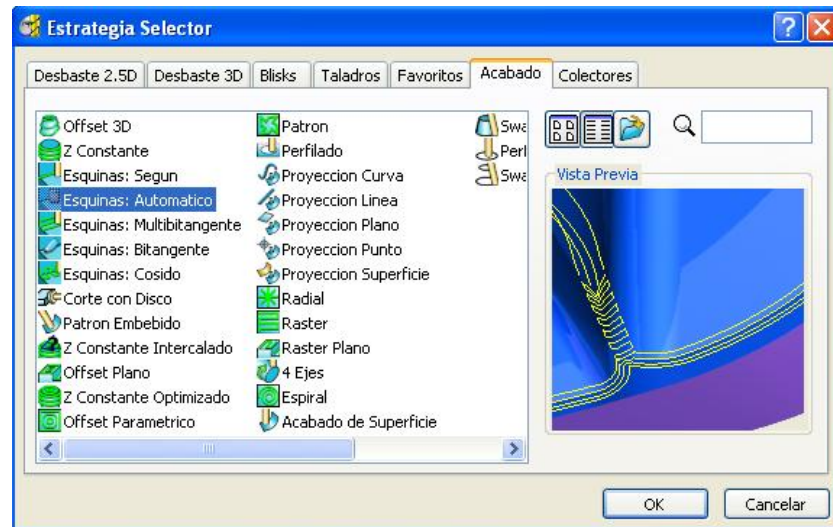

Figura 2.194 Cuadro de diálogo Estrategia Selector.
- Seleccionar la opción Esquinas: Automático en la pestaña Acabado, y hacer clic en OK (Figura 2.194).